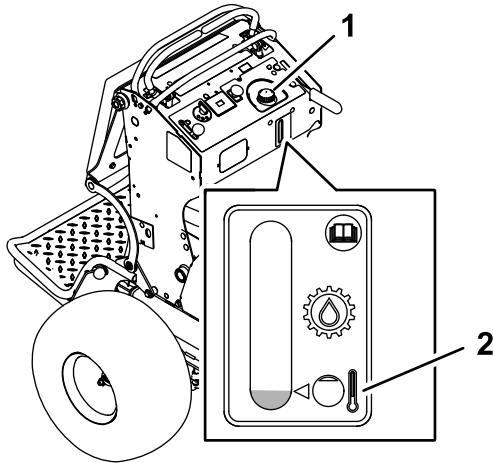

Figura 60
3. Limpie alrededor del cuello de llenado y el tapón del depósito de aceite hidráulico (Figura 60).
4. Retire el tapón del cuello de llenado (Figura 60).